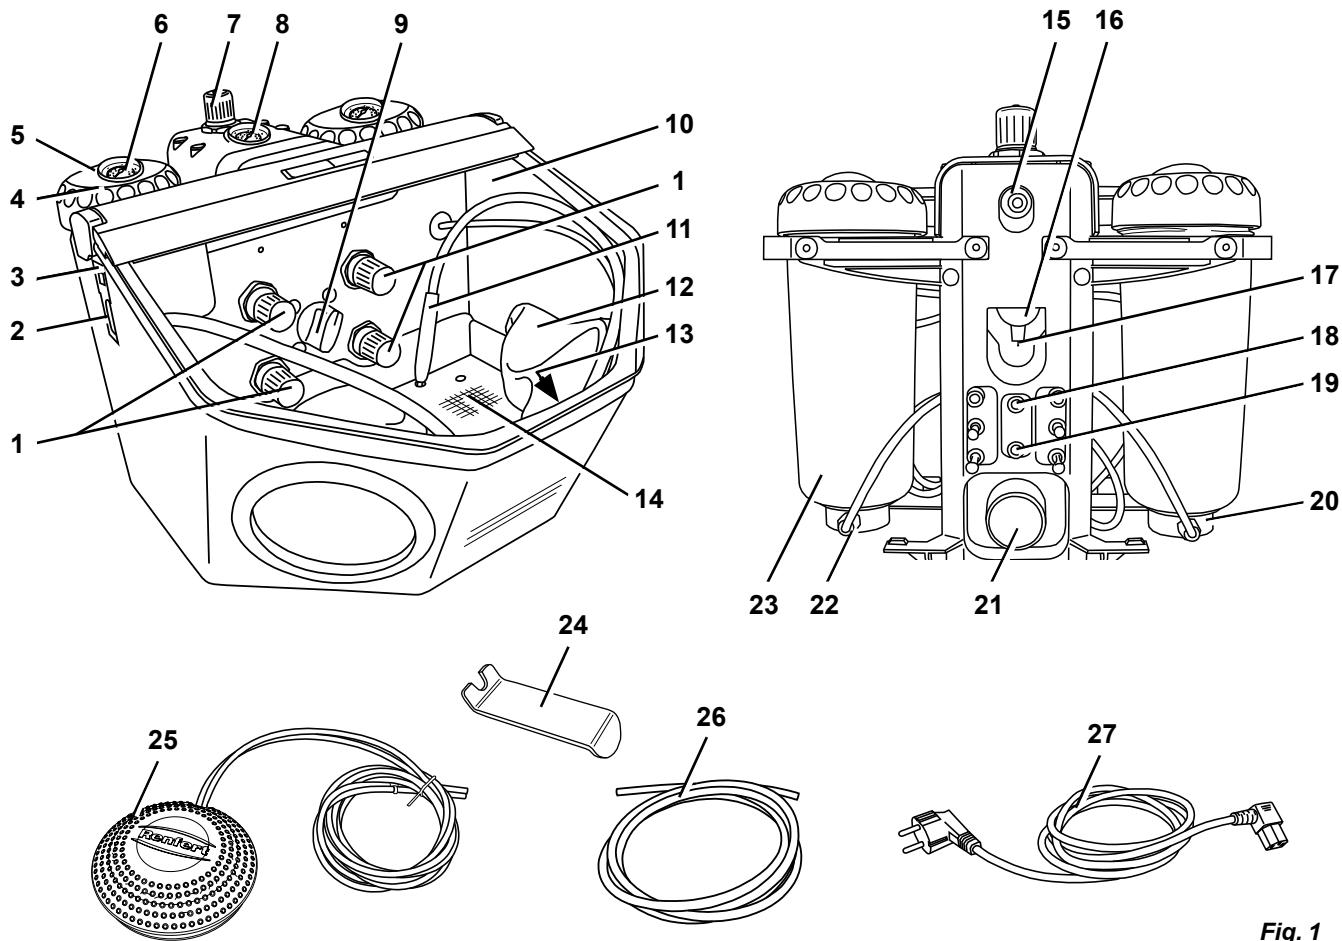

Fig. 1
- ⇒ Inserir até o limite a mangueira de ar comprimido (26) na conexão (15). Nisto é perceptível uma leve resistência que é necessário vencer.
- ⇒ Verificar se a pressão de ligação se encontra dentro do intervalo necessário (ver Dados técnicos). A indicação da pressão é exibida no manômetro (8, Fig. 1).
**Nunca pressionar o regulador de pressão (7) na unidade de manutenção. Este está fixo e ajustado de fábrica em 6 bar, de modo a garantir o funcionamento ideal das válvulas de aperto.**
O bico soprador (13, Fig. 1) pode ser utilizado para remover resíduos de material de jateamento e poeiras.